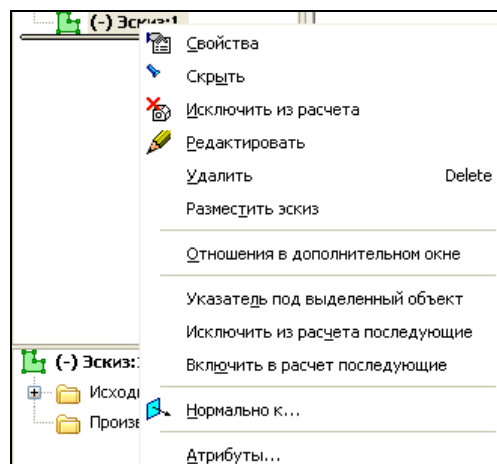

Рис. 4.34. Контекстное меню Деревя модели
- ◆ Если требуется изменить расположение уже существующего эскиза, вызовите команду **Разместить эскиз** из его контекстного меню в Дереве модели (рис. 4.34). Если графические объекты в эскизе параметрически связаны со вспомогательными проекциями объектов модели, то после вызова команды **Разместить эскиз** на экране появляется сообщение о возможном нарушении этих связей при смене плоскости. Чтобы продолжить работу, нажмите кнопку **ОК**, чтобы отказаться от размещения эскиза — кнопку **Отмена**.